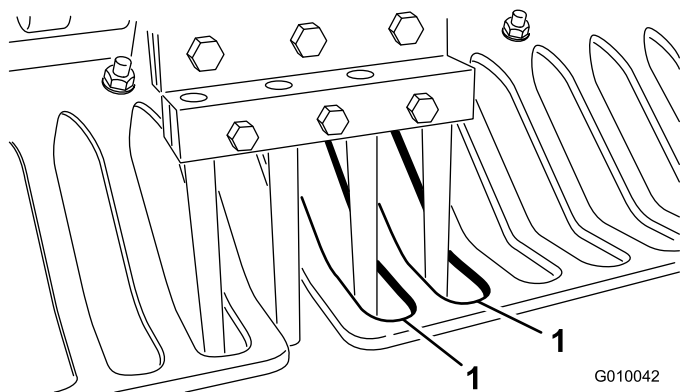

Figura 27
6. Compruebe que los taladros están centrados respecto a las ranuras de los protectores de césped (Figura 27). Ajuste los protectores de césped según sea necesario y apriete las tuercas.